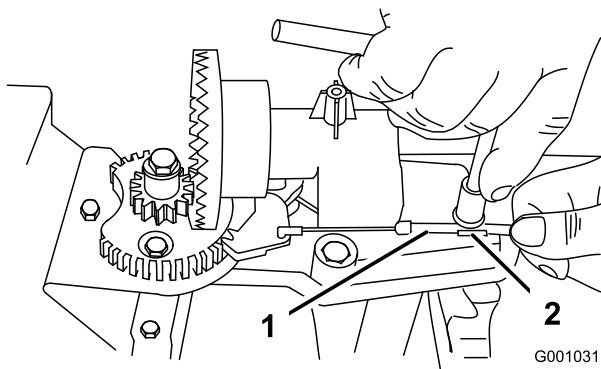
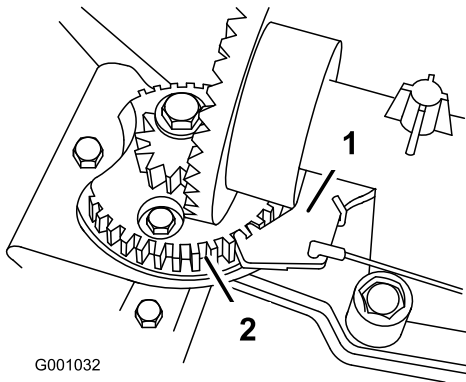

Bild 55
Bild 56
2. Lösen Sie die Schraube an der Kabelklemme (Bild 55).
3. Fassen Sie den Kabelstrang an und schieben Sie ihn zur Vorderseite der Maschine, bis der Auswurkanalriegel ganz in die Zahnräder greift (Bild 55 und Bild 56).
Hinweis: Der Riegel ist gefedert und ist so konstruiert, dass er in die Zahnräder greift (Bild 56).